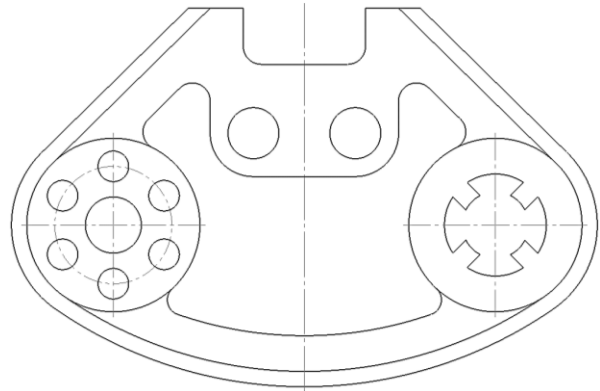

Рис. 78. Построение скруглений
2.16.3 Выполнить сопряжение дуги и окружности радиусом 6, используя команду **Скругление**  (рис. 78).